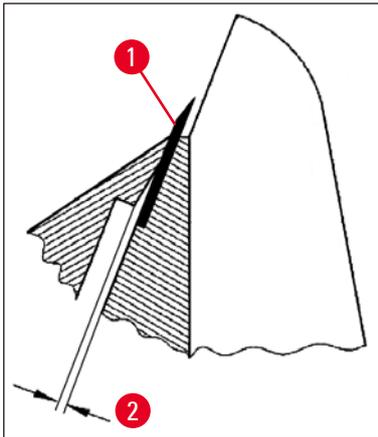

Abb. 37
- Andruckplatte (→ Abb. 36-4) mit der Schraube (→ Abb. 36-2) so justieren, dass lediglich die Oberkante der Andruckplatte Druck auf die Klinge ausübt. Es muss ein Spalt erkennbar sein (→ Abb. 37). Zum Justieren ist ein kleiner Schraubendreher (ca. 3.0 x 70) erforderlich.